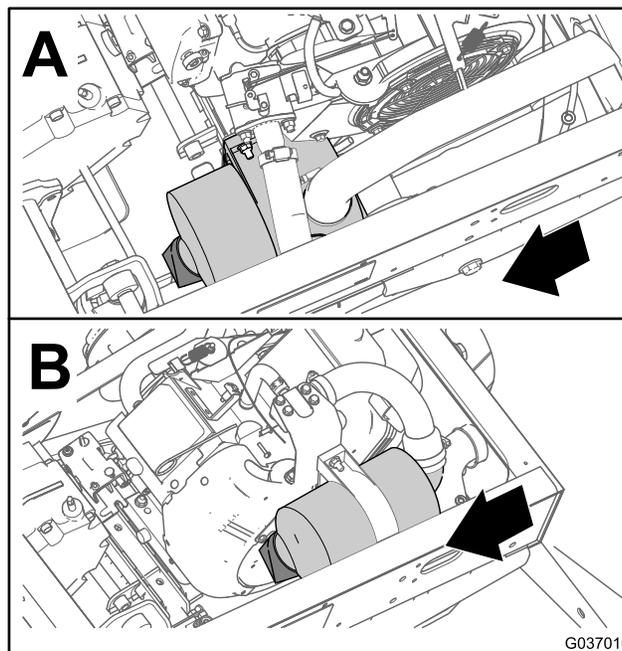
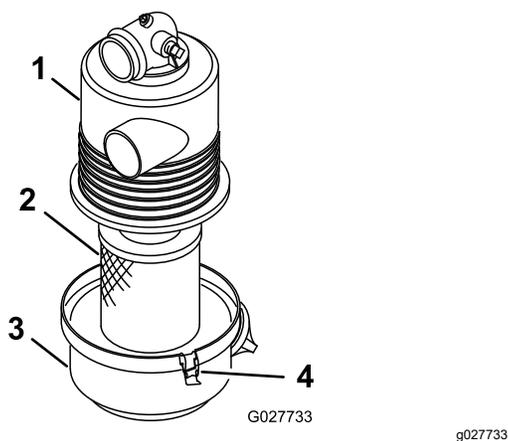

Figura 36
Figura 37
2. Controllate il corpo del filtro dell'aria per escludere eventuali danni che possano causare una perdita d'aria (Figura 36 e Figura 37).
- Rilasciate i fermi che fissano il coperchio del filtro dell'aria al relativo alloggiamento (Figura 37).
- Separate il coperchio del filtro dell'aria dal relativo alloggiamento e pulite l'interno del coperchio (Figura 37).
- Inserite l'elemento del filtro dell'aria nel relativo alloggiamento (Figura 37).
- Allineate il coperchio del filtro dell'aria con il relativo alloggiamento (Figura 37).
- Bloccate il coperchio sull'alloggiamento con i fermi (Figura 37).